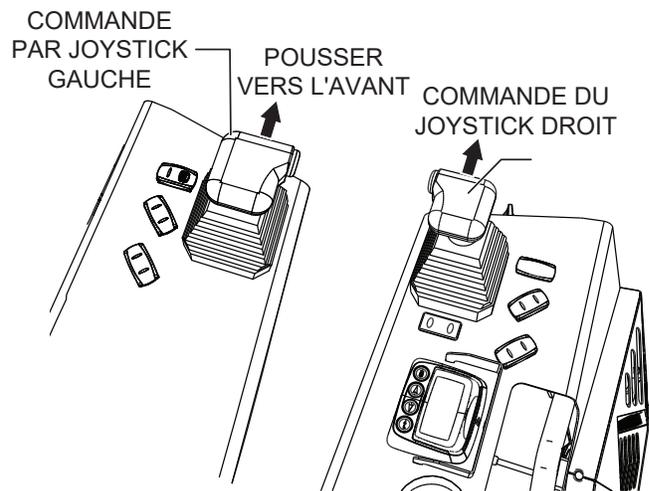

Figure 25. Manette de commande Direction avant
2. Pousser vers la gauche et vers la droite les joysticks avant (Figure 25).